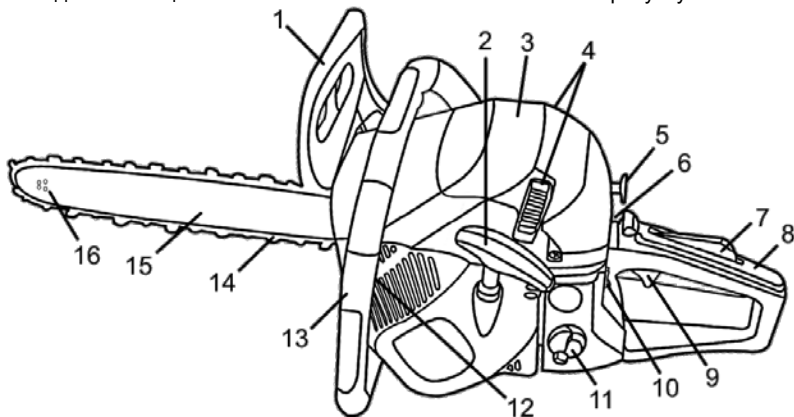

Рисунок 1
- переконайтеся у тому, що важіль захисного пристрою (1, рисунок 1) переведений у бік передньої рукоятки (гальмо ланцюга розблоковане);
Завжди змішуйте бензин та оливу в чистій ємності (рекомендовано використовувати ємність з комплекту постачання). Заповніть ємність бензином до необхідної позначки. Долийте оливу, наприклад, медичним шприцом у розрахунок 1/40 частини об'єму бензину. Герметично закрийте кришку ємності та ретельно перемішайте суміш. Відкрутіть кришку паливного бака (11, рисунок 1) і залийте приготовану паливну суміш. Горловина для заправлення паливом позначена відповідним символом.
При кожній заправці паливом обов'язково перевіряйте та, при необхідності, доливайте оливу для змащування пиляльного ланцюга. Кришка горловини масляного бака (12, рисунок 1) позначена відповідним символом. Рекомендовано використовувати тільки спеціальну оливу для ланцюгів. Олива для ланцюгів значно знижує тертя та нагрів ланцюга і напрямної шини, полегшує їх очищення від тирси та пилу, надійно захищає від корозії та придатна до всесезонного використання.
- перевірте, щоб гальмо ланцюга (1, рисунок 1) правильно функціонувало (пересуньте важіль вперед-назад): увімкнене (ланцюг не буде обертатися) – важіль гальма ланцюга переведений уперед (у бік пиляльної гарнітури), вимкнене – важіль переведений назад (у бік рукоятки);
- вимикач запалювання (10, рисунок 1) перемкніть в положення «I» (увімкнене);
- витягніть важіль керування повітряною заслінкою карбюратора (5, рисунок 1), заслінка перейде в положення «закрито»;
- декілька разів (приблизно 10) натисніть на праймер (паливний насос) (6, рисунок 1), доки він частково не заповниться паливом. Праймер, заповнений паливом більше ніж на половину свідчить, що до карбюратора надійшла паливна суміш;